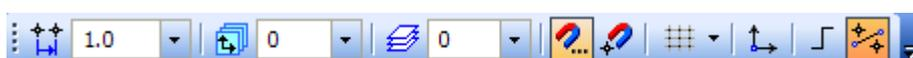

Рисунок 6. Панель текущего состояния при работе с фрагментами
**Панель текущего состояния** служит для отображения параметров текущего состояния активного документа. Набор полей и кнопок Панели текущего состояния зависит от того, какой документ активен (рисунок 6).